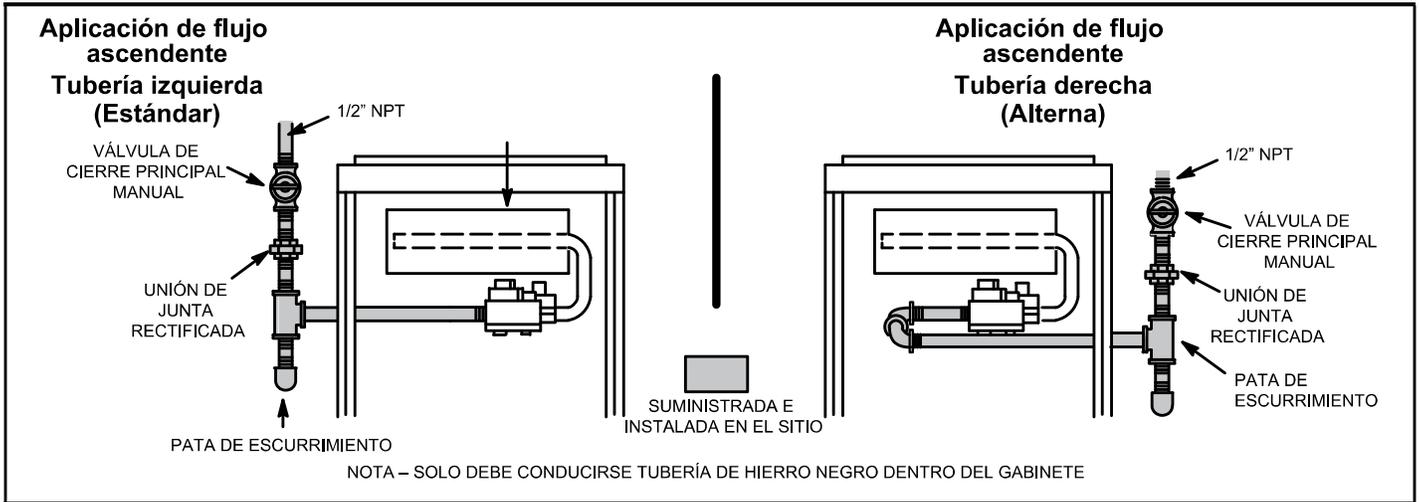

FIGURA 56
- 1 - La tubería de gas se puede conducir a la unidad por el lado izquierdo o lado derecho. La tubería de suministro entra a la válvula de gas desde el costado de la válvula como se muestra en la Figura 56. Mueva la arandela del fuelle al lado de entrada de la línea de gas. Asegúrese de que el agujero opuesto para la línea de gas esté tapado con el tapón suministrado. Conecte la tubería de suministro de gas a la válvula de gas. La torsión máxima es de 800 pulg-libras y la torsión mínima es de 350 pulg-libras cuando se conecte la tubería de gas a la válvula de gas.
Cuando se realiza una prueba de presión de las líneas de gas, se debe desconectar y aislar la válvula de gas. Ver la Figura 56. Las válvulas de gas se pueden dañar si se someten a presiones superiores a 1/2 psig (3.48 kPa).